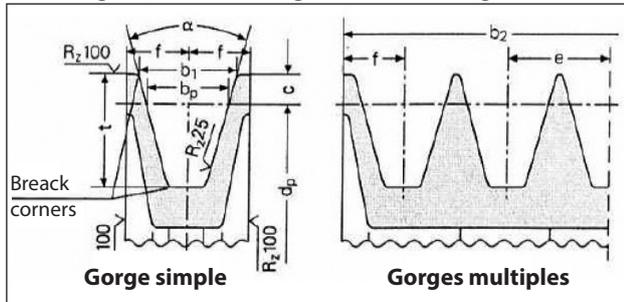

Fig. 9
- a) Utiliser des poulies pour courroies trapézoïdales avec les dimensions de la gorge prescrites/conseillées par le constructeur de la courroie utilisée. En l'absence de consignes, consulter la Fig. 9 et le tableau Fig. 10.